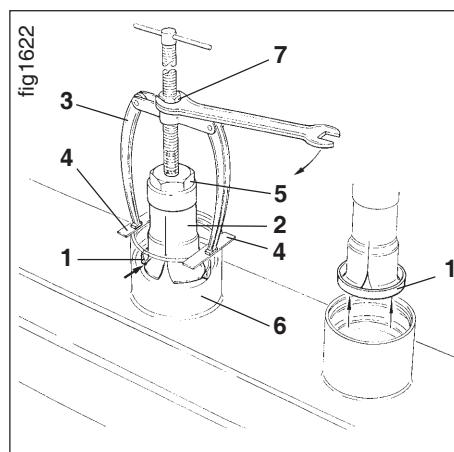

Fig. 19.20
- ein Innenauszieher (Fig. 19.20/2) mit Gegenstütze (Fig. 19.20/3)
- zwei Flacheisen (Fig. 19.20/4).
Lageraußenring (Fig. 19.20/1) demontieren:
- Innenauszieher (Fig. 19.20/2) in die Bohrung einführen
- durch Anziehen der Spannmutter (Fig. 19.20/5) werden die Ausziehbacken auseinander gespreizt und die scharfen Ansätze (Fig. 19.20/Pfeil) pressen sich hinter die abgerundete Kante des Lageraußenringes
- zwei Flacheisen (Fig. 19.20/4) auf das Lagerrohr (Fig. 19.20/6) auflegen
- Gegenstütze (Fig. 19.20/3) auf den Flacheisen (Fig. 19.20/4) abstützen
- Griff festhalten und Skt.-Mutter (Fig. 19.20/7) anziehen. Dadurch wird der Lageraußenring (Fig. 19.20/1) herausgezogen. Sobald sich der Lageraußenring etwas gelöst hat, Spannmutter (Fig. 19.20/5) nachziehen.